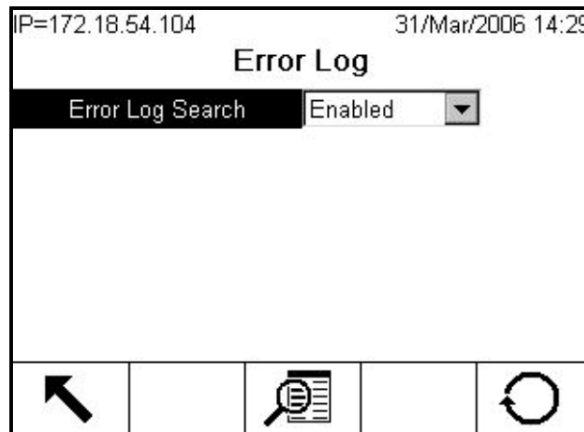

Figure C-39: Écran de configuration Liste d'erreurs
1. Appuyez sur la touche programmable CONFIGURER  et sélectionnez ensuite **Maintenance > Configurer > Liste d'erreurs**. L'écran de configuration Liste d'erreurs (Figure C-39) s'affiche.